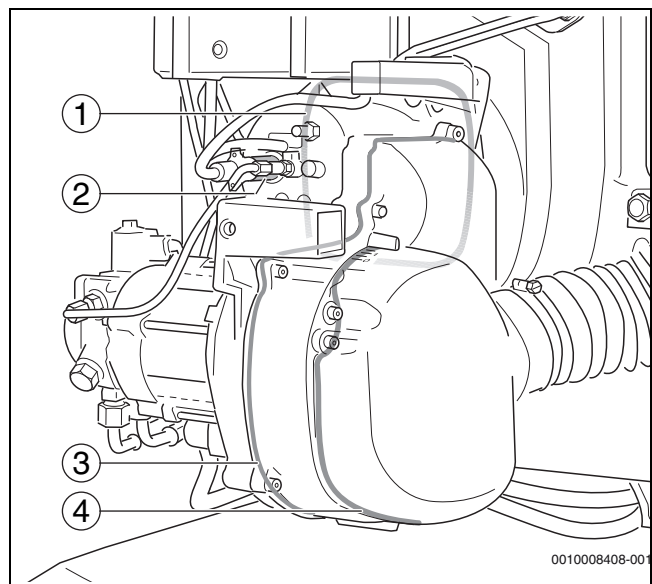

Bild 43 Zusätzliche Abdichtung
- Flachdichtung zum Brennerflansch (→Bild 43, [1])
- Halter zur Aufnahme des Flammeprüfers (→Bild 43, [2])
- Gehäuseboden mit Rundschnurdichtung (→Bild 43, [3])
- Abdichtung zum Schalldämpfer (→Bild 43, [4])